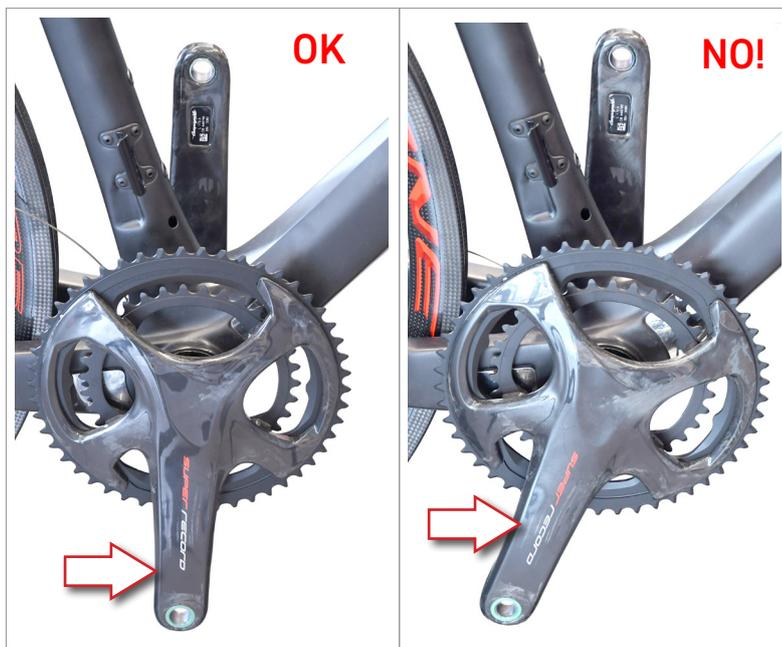

Fig.8
- Stellen Sie sicher, dass die Tretkurbeln korrekt ausgerichtet sind (Abb. 8).